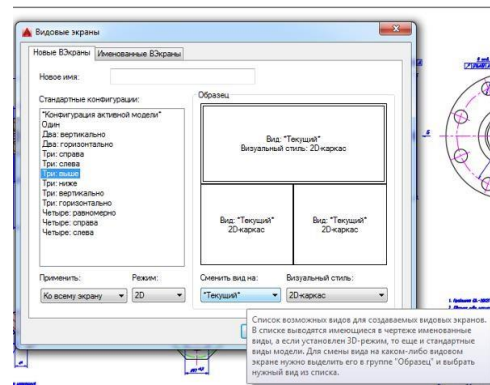

Рис. 10 Компонування видових екранів
14. Зараз у графічній зоні AutoCAD за замовчуванням відкритий єдиний видовий екран, що повністю займає вікно. Щоб створити додаткові видові екрани, виберіть меню Вигляд □ Видові екрани. З'явиться підменю зі стандартними варіантами компоновок (ри. 9), у якому виберіть "Нові VE...". У вікні, перегляньте наявні варіанти компоновання видових екранів і зробіть вибір, аналогічний рис.10.